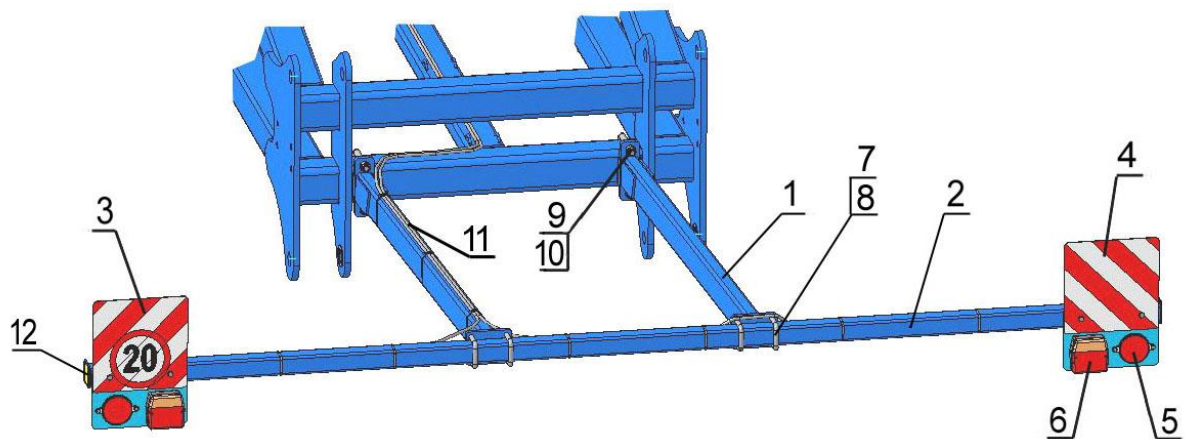

Рисунок 14 - Щитки сигнальные задние
3.16. Сзади культиватора на штанге поз. 4 (рисунок 14, таблица 17) с помощью болтов поз. 5 крепятся задние щитки сигнальные поз. 1, на которых устанавливаются задние габаритные фонари поз. 7 и световозвращатели красного цвета поз. 6. Штанга с сигнальными щитками с помощью скоб поз. 8 крепится к опорам поз. 3, которые с помощью скоб поз. 2 крепятся к заднему брусу рамы. На торцевых планках штанги поз 2 и опорах поз. 1 наклеивается световозвращающая пленка поз. 12.